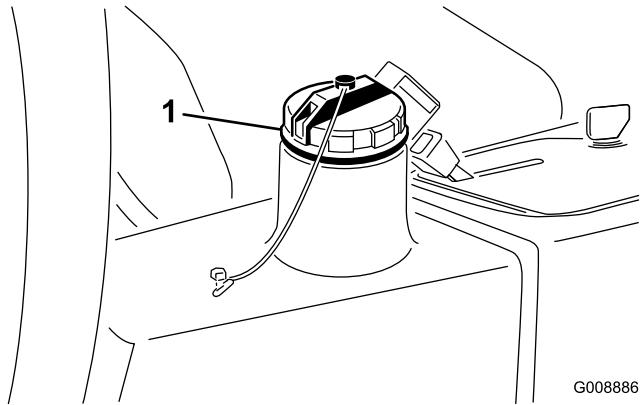

Figure 40
2. Nettoyez la surface autour du goulot et du bouchon de remplissage du réservoir hydraulique (Figure 40), et enlevez le bouchon.